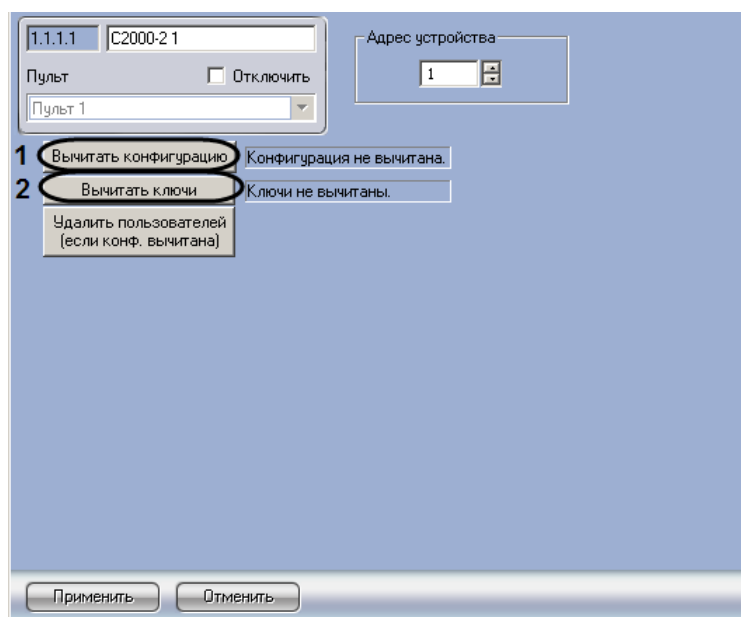

Рис. 3.3—23 Панель настроек объектов C2000-2, C2000-4
2. Перейти на панель настроек объекта **C2000-2** или **C2000-4** (Рис. 3.3—23).
3. Нажать кнопку **Вычитать конфигурацию** (см. Рис. 3.3—23, 1).